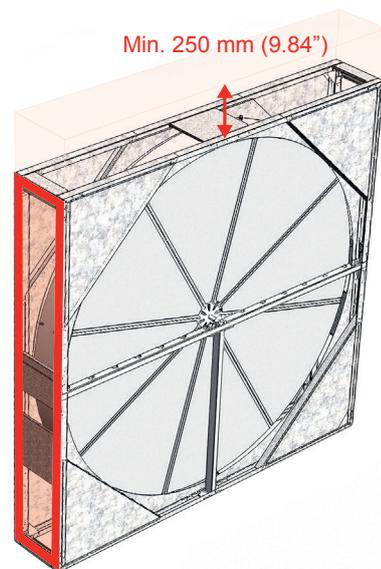

Figure 3. Model EQ, dégagement pour poutre et engrenage.
- Après l'installation de l'échangeur de chaleur Model EQ dans l'AHU (centrale de traitement), l'engrenage sur lequel le moteur est connecté doit être accessible pour assurer la maintenance. (Voir Figure 3.)
- Il doit y avoir un dégagement d'au moins 250 mm (9,84") en plus de la hauteur du boîtier, afin de pouvoir mettre en place la moitié supérieure/inférieure du boîtier. (Voir Figure 3.)